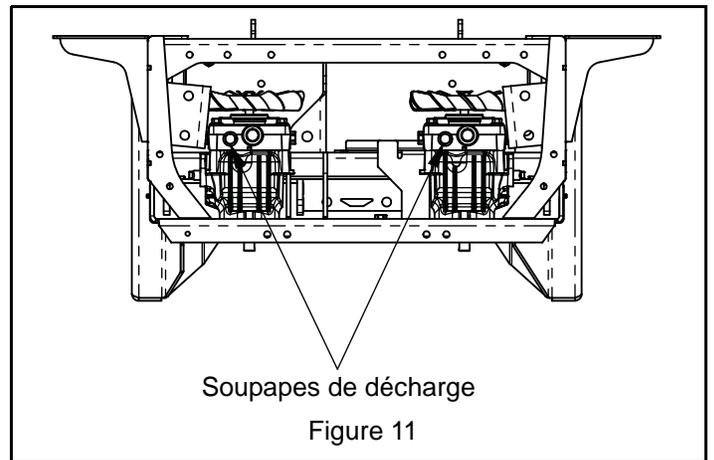

Figure 11
**IMPORTANT** : Les soupapes de décharge doivent être ouvertes de deux tours complets (maximum) avant de déplacer la machine. (voir figure 11). Veiller à ce que les soupapes de décharge soient fermées avant de remettre la tondeuse en marche. Si elles ne sont pas complètement fermées avant l'utilisation, cela pourrait endommager le système hydraulique.